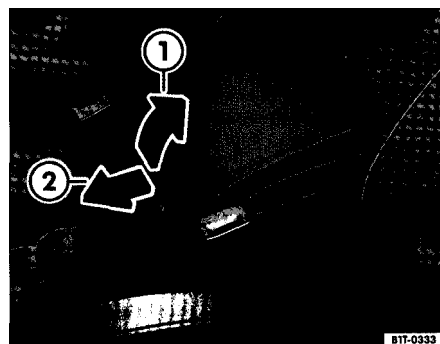

Fig. 58 Accoudoir central avant
- Soulevez l'accoudoir central dans le sens de la flèche fig. 58 C) par crans jusqu'à ce que la position souhaitée soit atteinte.